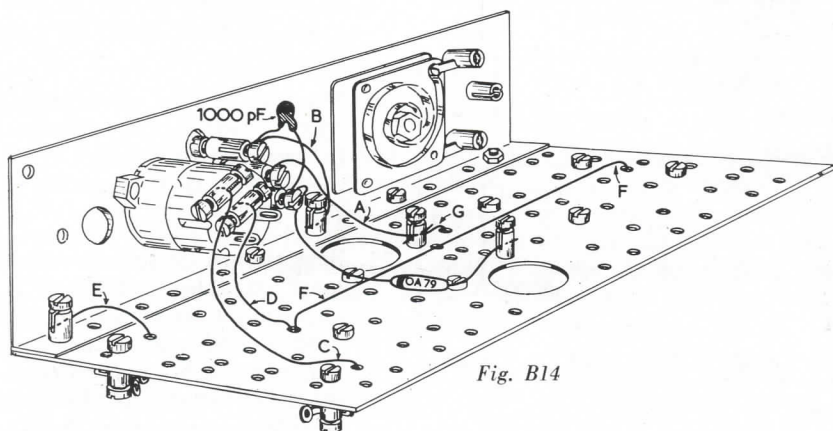
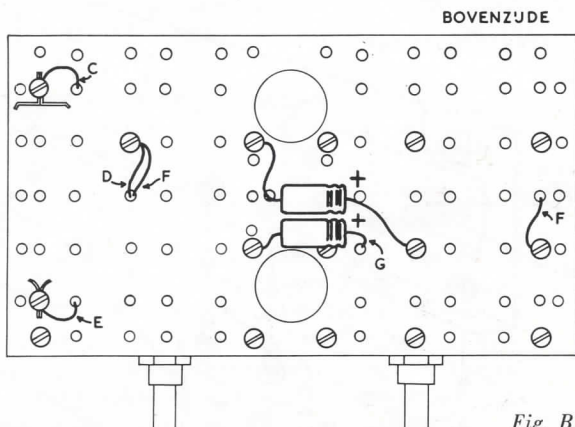

Fig. B14
Fig. B16
8. Sluit de diode OA 79 aan en let daarbij op de witte merkstreep, die aan de zijde van de potentiometer moet komen (fig. B14). Sluit daarna ook de condensator aan en leg vervolgens de **blanke draden** die gemerkt zijn met A (lengte $4\frac{1}{2}$ cm) en B (lengte $5\frac{1}{2}$ cm). De (eveneens blanke) **leidingen C, D, E en F** (resp. 9, 6, 4 en 16 cm lang) worden nu gevoerd door gaten in de bruine isolatieplaat en aan de andere zijde hiervan aangesloten. Let er goed op, dat je de juiste klemmen neemt. Kijk voor het monteren van deze draden daarom alvast naar fig. B16, daar vind je dezelfde letters weer terug.
9. Breng deze twee elektrolytische condensatoren aan zoals in fig. B16 is getekend. Eén aansluitdraad van één van deze twee condensatoren is in tekening B14 gemerkt met de letter G. In fig. B14 vind je deze aansluitdraad met dezelfde letter gemerkt terug.